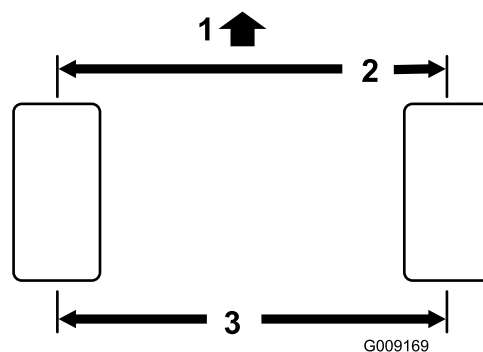

Figure 82
2. Mesurez l'entraxe (à hauteur d'essieu) à l'avant et à l'arrière des roues directrices (Figure 82).